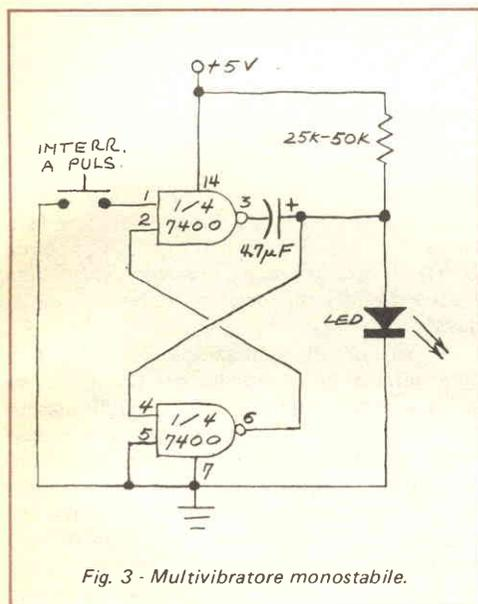

Fig. 3 - Multivibratore monostabile.
**Circuito ad un colpo** - Il primo circuito è il multivibratore monostabile rappresentato nella fig. 3. Questo utile circuito fornisce un impulso d'uscita stabile e prevedibile ogni volta che riceve un segnale d'entrata e tale caratteristica di funzionamento lo rende adatto a parecchie, importanti applicazioni.